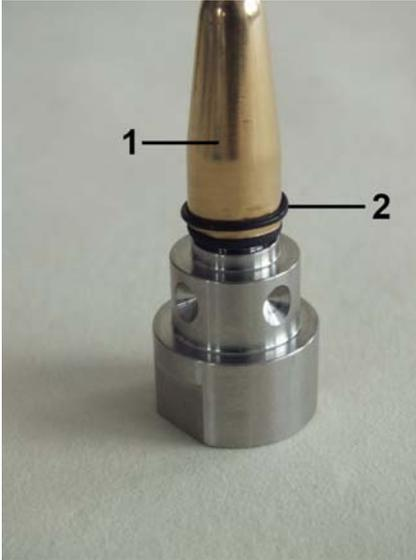

Abb. 39: O-Ring (Glaspuffer)
- 2.** O-Ring (Glaspuffer) (Abb. 39/2) vorsichtig mit O-Ring Montagewerkzeug (Abb. 39/1) auf die Verschraubung aufziehen, so dass er im unteren O-Ringsitz der Verschraubung sitzt (Abb. 39). Dabei darauf achten, dass der O-Ring nicht überdehnt wird